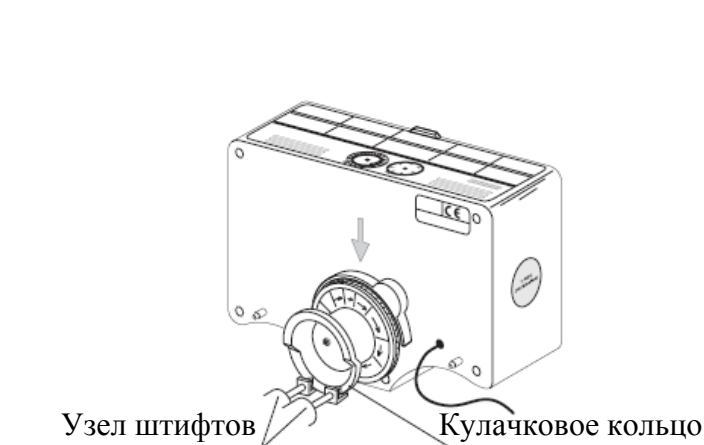

Рис. 4
Убедитесь, что кулачковое кольцо передает механическое перемещение управляющим штифтам (см. рис. 4).
**ЦИКЛ ТЕСТИРОВАНИЯ:** Можно включить цикл тестирования, вручную повернув кулачковое кольцо (см. рис. 4), не дожидаясь окончания времени регенерации.